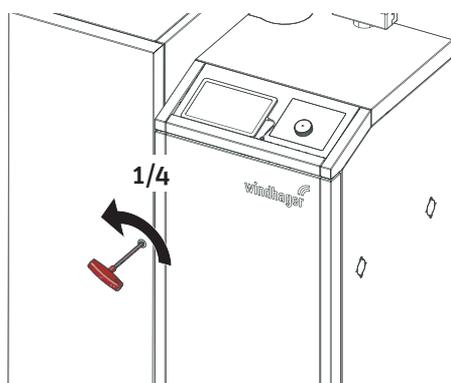

Fig. 28 Insérer la clé à six pans creux, 1/4 de tour vers la gauche
- ▶ Enfiler la clé à six pans creux, tourner 1/4 de tour vers la gauche – Fig. 28.